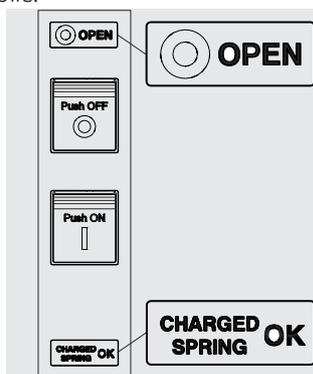

Figura 82
- Interruttore aperto con molle cariche (vedi Figura 82).